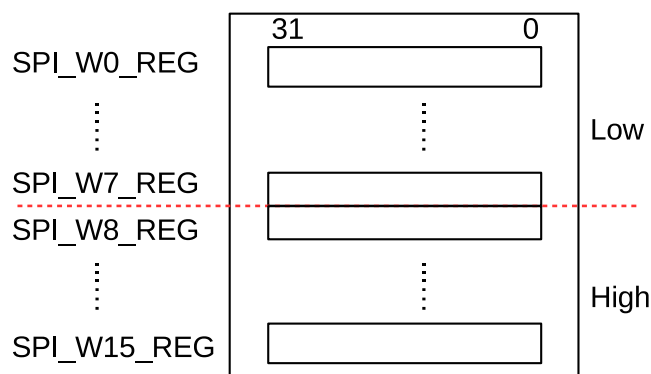

图 30.5-1. CPU 控制的传输中使用的数据 Buffer
GP-SPI 提供了 16 个 32-bit 的数据 buffer，即 `SPI_W0_REG` ~ `SPI_W15_REG`，见图 30.5-1。CPU 控制的传输表示在该次传输中发送的数据来自数据 buffer 或接收的数据存入数据 buffer。在这种传输方式下，每次传输事务均需要先配置相关寄存器，然后由 CPU 来触发。因此，CPU 控制的传输只能是单次传输，即仅包含一次传输事务。CPU 控制的传输支持全双工通信和半双工通信。
- **SPI Buffer**: `SPI_W0_REG ~ SPI_W15_REG`，见图 30.5-1。CPU 控制模式下传输的数据在 SPI buffer 中准备。